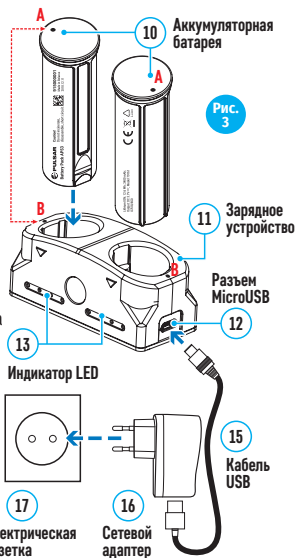

Рис. 3
Вариант 2 (рис.3):
- Установите аккумуляторную батарею (10) по направляющей до упора в слот зарядного устройства APS (11) (см. рис.3) из комплекта поставки Вашего прибора или приобретенного отдельно.
- Подключите штекер USB кабеля USB (15) к разъему USB сетевого устройства (16). Подключите устройство в розетку 100-240В (17).
- Подключите второй штекер кабеля microUSB к разъему (12) зарядного устройства (11).
- Индикация LED светодиода (13) будет отображать статус заряда батареи (см. таблицу).